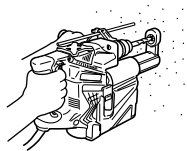

Fig. 8
- (1) Montar la broca.
- (2) Presionar el interruptor de gatillo después de poner la punta de la broca en la posición para taladrar. (Fig. 8)